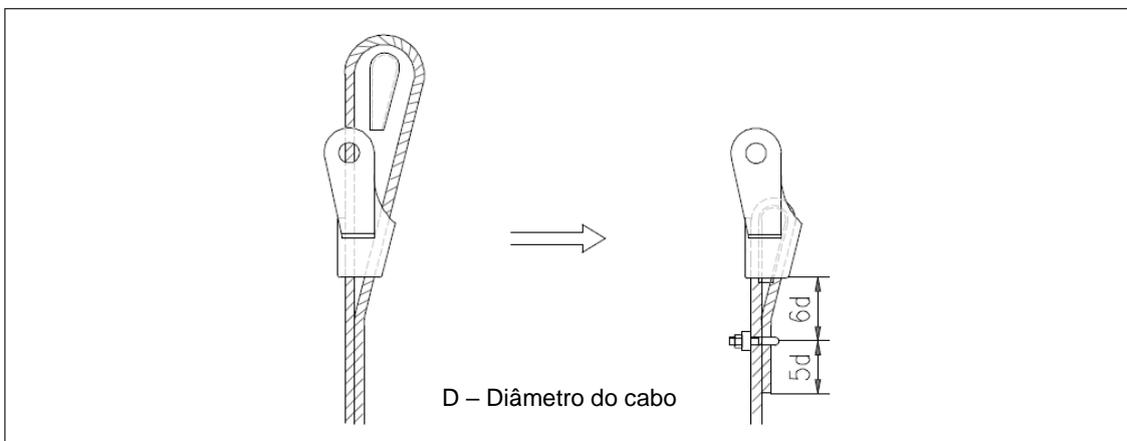

Figura 4-44 Instalação da abraçadeira do cabo
- (2) Coloque o cabo de arame na bobina do guincho suavemente e em seqüência.
(3) Para métodos de instalação de soquete e fixação de cabo, consulte a figura 4-44.